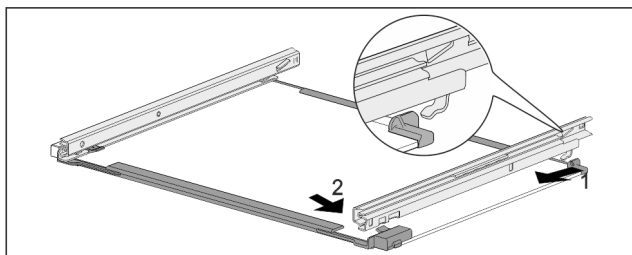

Fig. 134 Glashylla med skenor
- ▶ Haka fast skena baktill. Fig. 134 (1)
- ▶ Haka fast skena framtill. Fig. 134 (2)